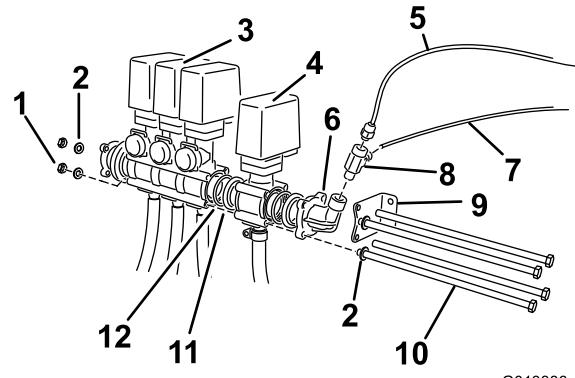

图5
4. 从散装零件中找到软管卷阀门总成，并对齐安装到现有阀门总成上（图5）。
6. 通过弯头适配器上的最靠近喷洒臂阀门安装支架的两个孔（图5），将支架重新定位至阀门总成末端。
7. 将两个长螺栓（M8 X 260毫米）穿过安装支架, 插入最靠近安装轨的软管卷和喷洒臂旁通阀阀体中的顶部孔和底部孔（图5）。
9. 使用剩下的两个带垫圈的螺栓（M8 X 260毫米）, 通过阀体上的开孔将阀门总成紧固（图5）。
13. 安装三通接头（图5）